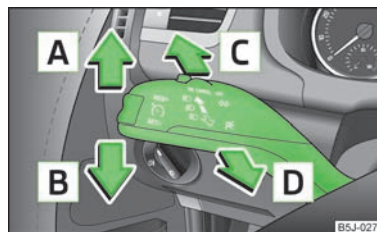

Fig. 25
- Poussez la manette de clignotant » fig. 25 vers le haut ou le bas - le feu de position côté droit ou gauche du véhicule s'allume.
- Poussez la manette vers le haut  ou vers le bas  » fig. 25.